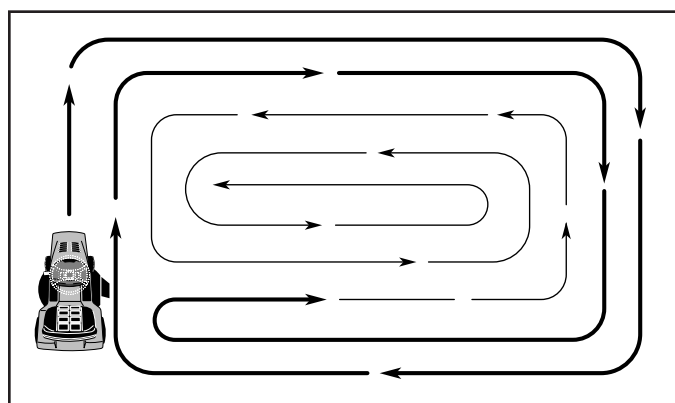

Fig. 26
- Al segar las área grandes, empiece girando a la derecha de modo que los recortes se descarguen, alejándose de los arbustos, cercos, entradas de automóviles, etc. Después de una o dos vueltas, siegue en la dirección opuesta, haciendo virajes a la izquierda, hasta que termine (Vea Fig 26).